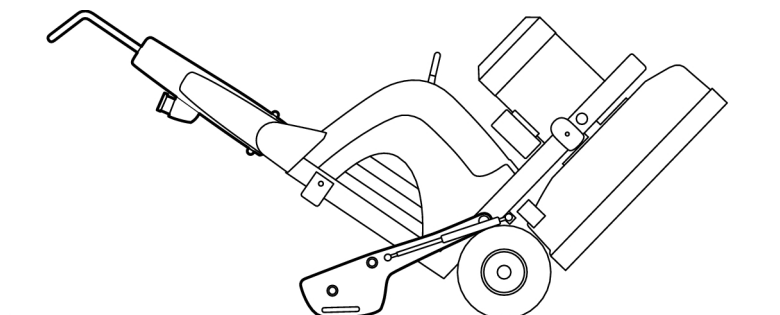

Figure 4-8. Basculer en arrière
3. Basculez la machine doucement vers l'arrière jusqu'à ce que les poids touchent le sol, voir Figure 4-8, page 21.